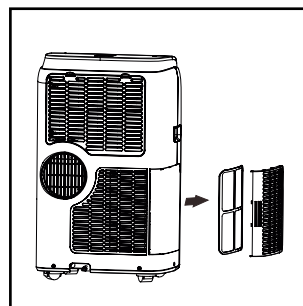

Fig. 29
Step1: Remova um filtro como na fig. 29.